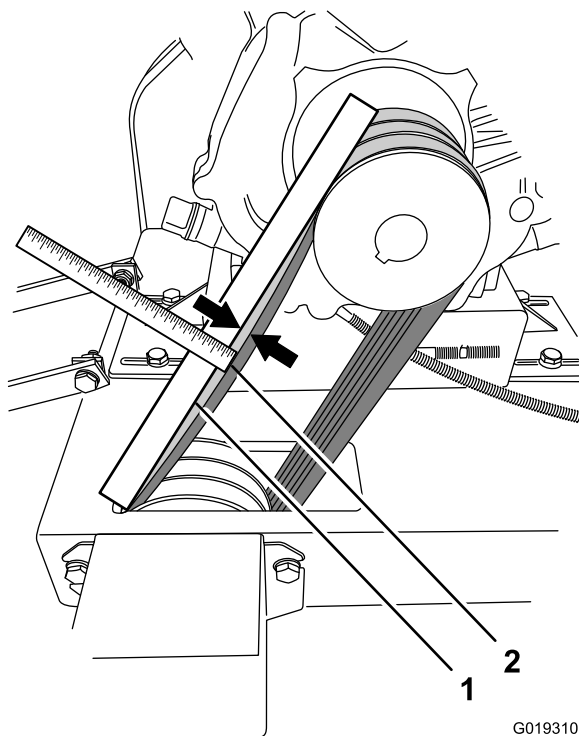

Figure 51
- A. Placez une règle droite sur chaque courroie et en travers des poulies d'arbre d'entraînement et d'arbre de lame (Figure 51).
- B. Avec le doigt, appuyez sur la courroie d'entraînement à mi-chemin entre les poulies (Figure 51).
- C. Chaque courroie doit présenter une flèche d'environ 5 mm pour une charge de 2 kg (0,19 po pour charge de 4,2 lb) à partir de la règle (Figure 51). Si la tension des courroies est insuffisante ou excessive, ajustez-la ; voir Réglage de la tension de la courroie d'entraînement.